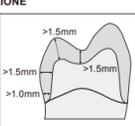

Figura 1
- Preparare i margini con un bisello profondo o una spalla arrotondata. (Figura 1)